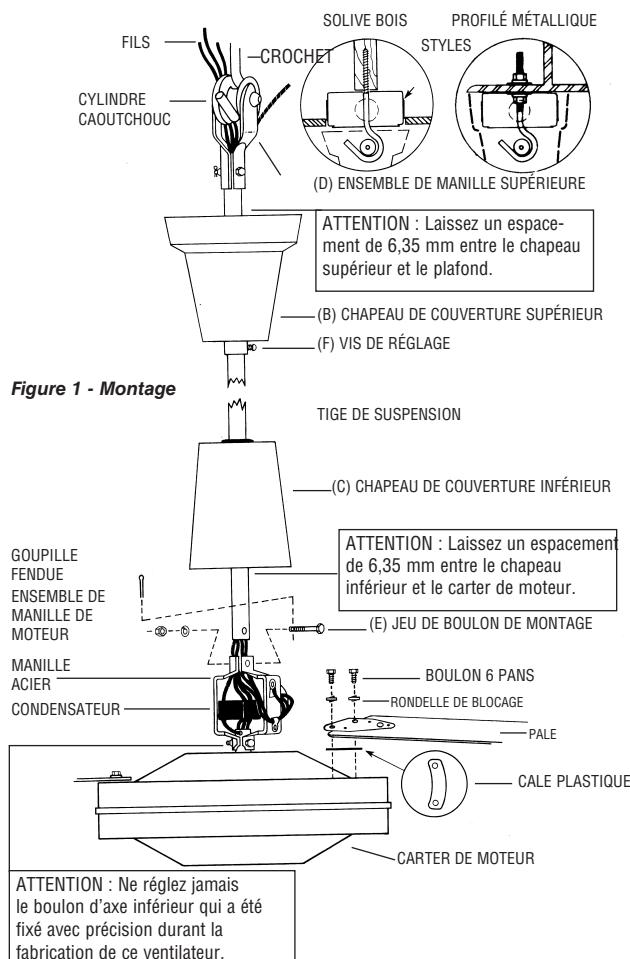

Figure 1 - Montage
- Sur l'ensemble de manille de moteur (A) enlevez la goupille fendue et desserrez l'écrou 6 pans (E). Enlevez soigneusement la rondelle élastique et l'écrou 6 pans (*voir la Figure 1*).
- Faites glisser le chapeau de couverture supérieur (B) en forme de cloche en le remontant sur la tige. Faites aussi glisser le chapeau de couverture inférieur (C) vers le haut de la tige.
- Passez les 5 fils et le câble de sécurité au travers du trou central de la manille acier de connexion au-dessus du moteur (A), puis continuez de passer fils et câble au travers de la tige creuse de suspension jusqu'à ce qu'ils ressortent par l'extrémité de manille supérieure.
ATTENTION : Les pales doivent être fixées sur le moteur comme montré en Figure 1. N'inversez PAS les pales à l'installation.